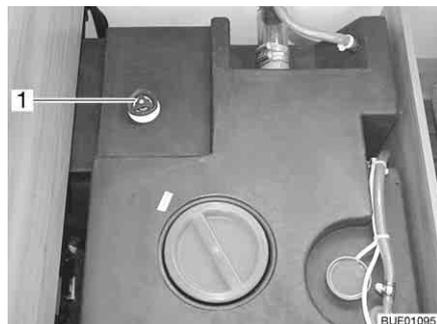

Fig. 130 Serbatoio dell'acqua con maniglia girevole
- Sul serbatoio dell'acqua ruotare la maniglia girevole (Fig. 130,1) in senso antiorario, oltre la resistenza verso l'esterno fino all'arresto, per aprire completamente l'apertura di scarico.